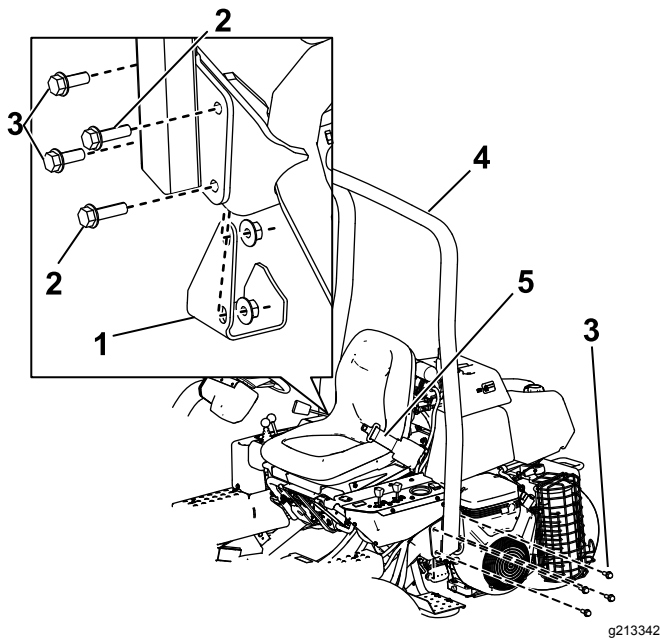

Figure 6
2. Abaissez l'arceau de sécurité (Figure 6) sur les supports de montage en alignant les trous de fixation.
3. Fixez le côté gauche de l'arceau de sécurité au support de montage avec 4 boulons (1/2 x 1 1/2") et contre-écrous (Figure 6).
(1/2" x 1 1/2"), 2 boulons (1/2" x 1 3/4"), 1 rondelle et des contre-écrous, comme montré à la Figure 6.